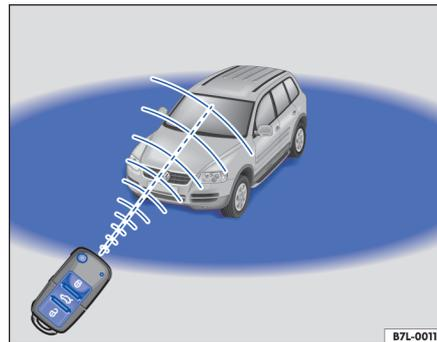

Fig. 25 Radio de acción del mando a distancia por radiofrecuencia
- El mando a distancia por radiofrecuencia funciona únicamente dentro de su radio de acción ⇒ página 41, fig. 25 (zona azul).